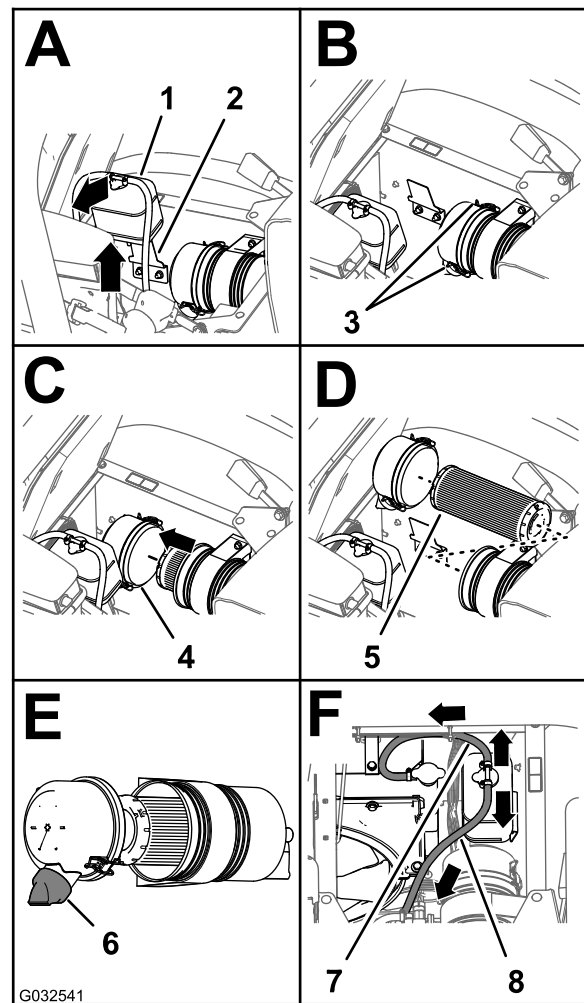

Figura 69
3. Levante el depósito de expansión del refrigerante y retírelo del soporte del depósito (Figura 69).
4. Abra los dos enganches que sujetan el tapón guardapolvo a la carcasa del limpiador de aire (Figura 69).
6. Limpie el interior del tapón guardapolvo, la carcasa del limpiador de aire y la válvula de polvo con un trapo húmedo (Figura 68 y Figura 69).
7. Instale el elemento del filtro de aire en la carcasa del limpiador de aire (Figura 69).
8. Instale la tapa sobre el cuerpo del limpiador de aire y sujétela con los 2 enganches (Figura 69).
Nota: Asegúrese de que la válvula de polvo está alineada a una posición entre las 5 y las 7, vista desde el extremo (Figura 69).
9. Alinee el depósito de expansión del refrigerante con el soporte del depósito y coloque el depósito firmemente (Figura 69).
Importante: Asegúrese de que la manguera de alivio de presión está enrutada hacia delante y hacia abajo, y que la manguera de ventilación está enrutada hacia atrás, según se muestra en Figura 69.